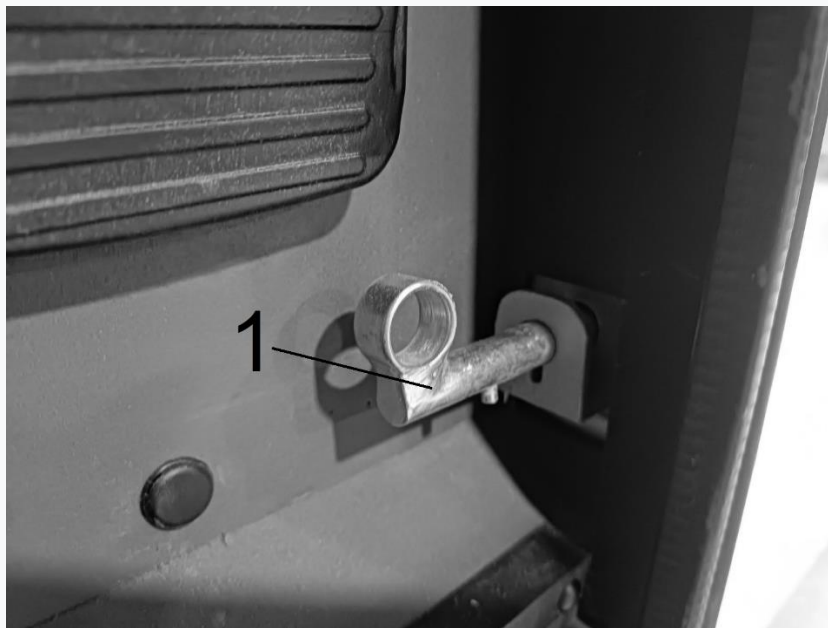
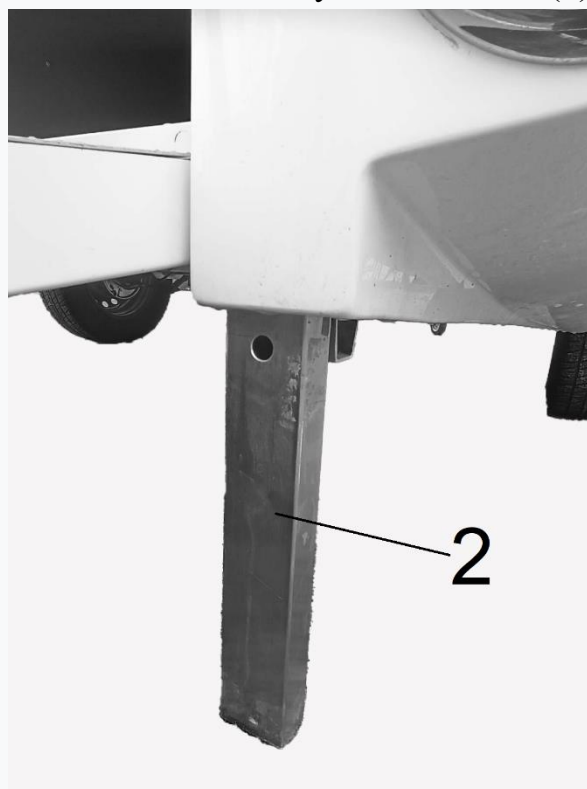

Рис.4.8 – Фіксуєчий палець (1)
Рис.4.9 – Задня опора (2)
5. З однієї із сторін в середині причепа витягти фіксуєчий палець(1) (рис. 4.8), висунути задню опору(2) до контакту з землею (рис. 4.9) та зафіксувати її в такому положенні фіксуєчим пальцем(1);
5. Витягнути фіксуючі пальці(1) (рис. 4.8) задніх опор(2) (рис. 4.9) та підняти задні опори (2) у найвище можливе положення та зафіксувати фіксуючими пальцями (1) (рис. 4.8) з обох сторін причепа.